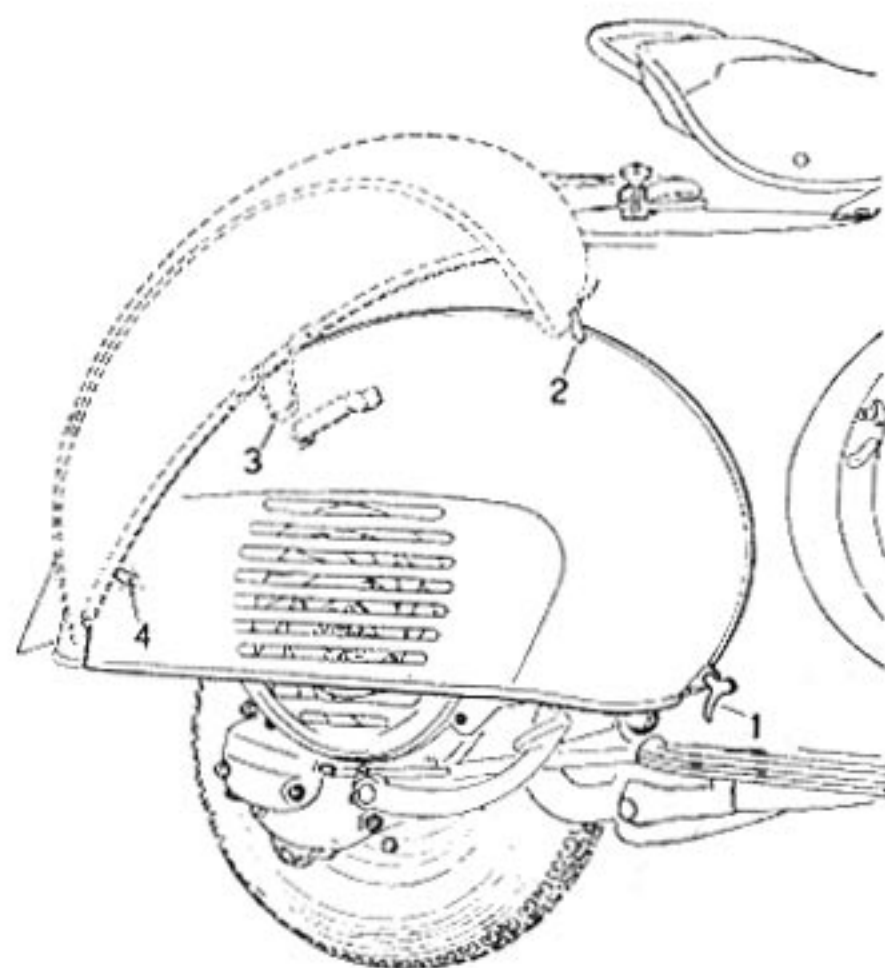

Fig. 15 - Smontaggio cofano motore della moto
Avvertenza. Per poter accedere al motore, asportare il cofano della moto, operando come segue (ved. fig. 15):
- Agire sulla parte anteriore del cofano, spingendolo verso l'alto e facendolo ruotare attorno alla sua estremità posteriore (posizione tratteggiata in fig. 15): con ciò si libera il gancio di fissaggio 3) dal relativo collegamento sulla carrozzeria.